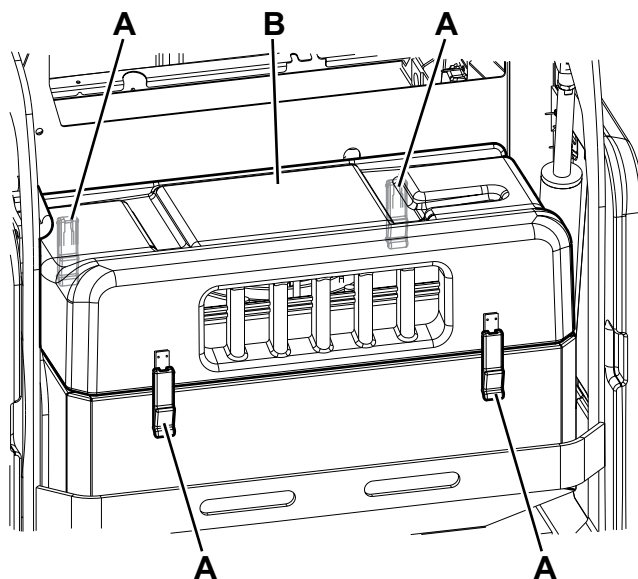

Рис. 12
1. Отведите машину на ровную поверхность, включите стояночный тормоз и поверните ключ зажигания (61) в положение «0».
2. Откройте капот машины (18), потянув за ручку (41), и надежным образом закрепите его с помощью опорного стержня (53).
3. Отсоедините коннектор мотора вакуумной системы (54).
4. Ослабьте фиксаторы (А, Рис. 12) и снимите крышку вакуумной системы (В).